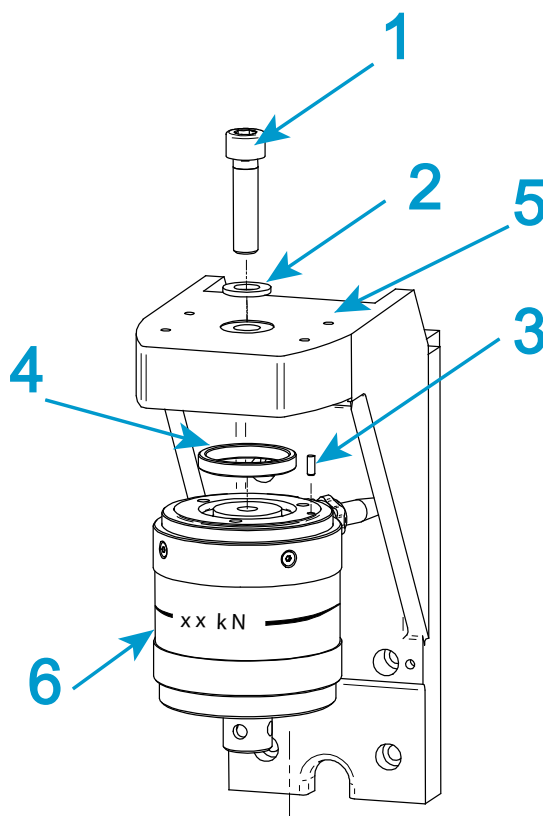

Figura 16. Installazione di una cella di carico serie 2580 - capacità da 500 N a 5 kN
Legenda per Figura 16
1. Fare riferimento a Figura 16 a pagina 91 e alla relativa legenda associata.